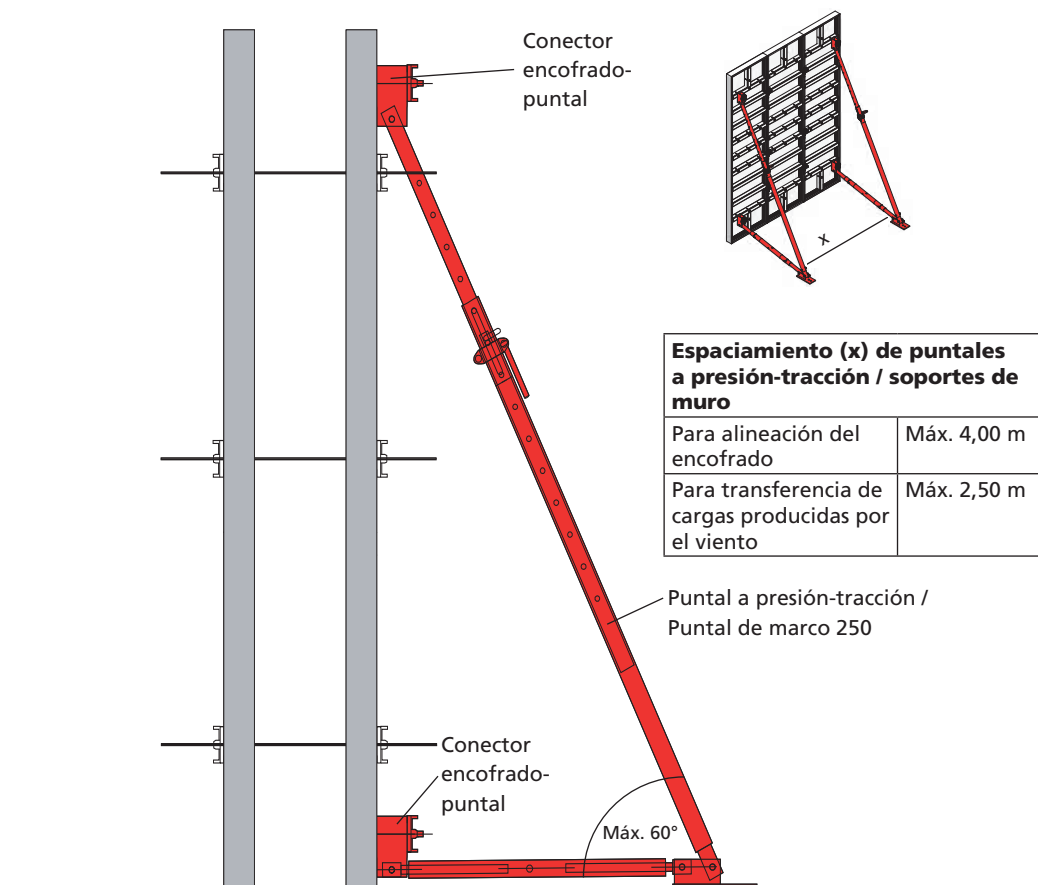

Fig. 13.1
Los soportes de muro se ensamblan al perfil multi-funcional mediante los conectores encofrado-puntal (Fig. 13.1)
■ La altura del encofrado y la longitud de puntales presión-tracción debe ser idéntica. El ángulo mostrado en la Fig. 13.1 debe ser inferior a 60 grados.